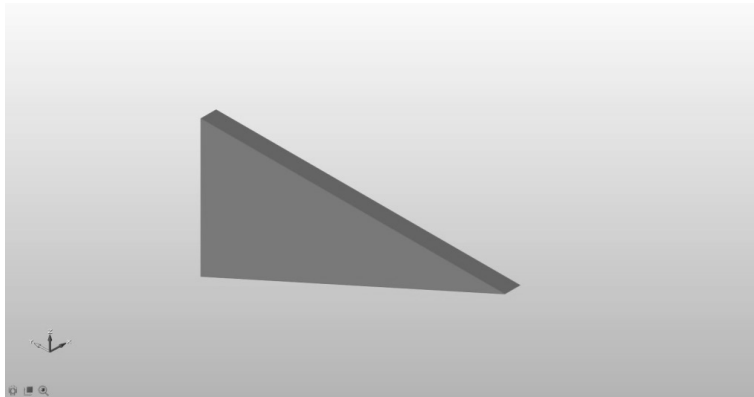

图 1-7
- 4) 选择文件“三角支架.stmod”并打开，打开的零件材料已定义为 AISI 304（304 不锈钢），如图 1-7 所示。